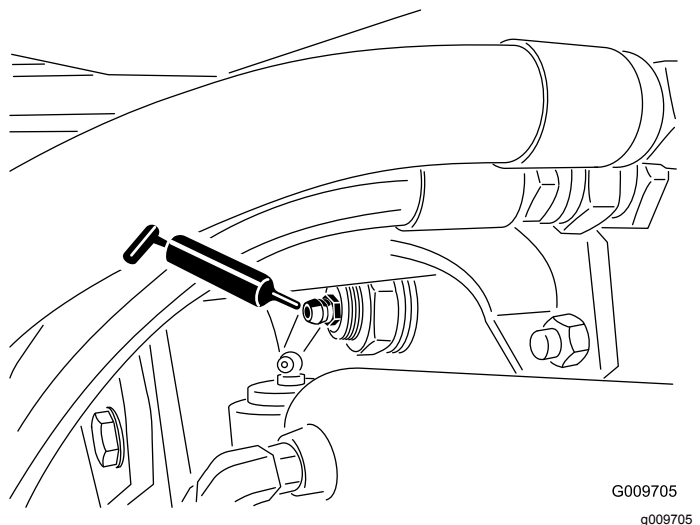

Figura 27
- Articulação do casquilho do eixo traseiro (2) (Figura 27)